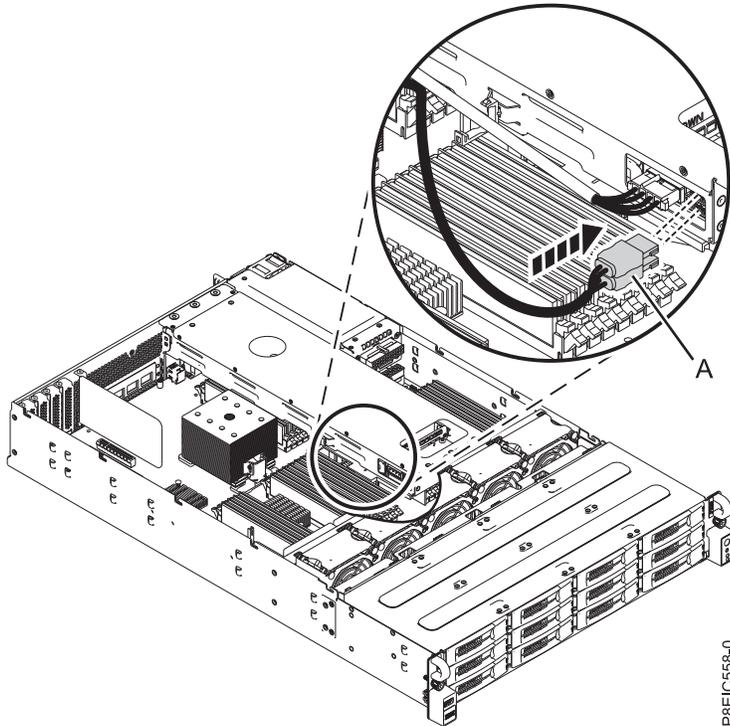

Figure 42. Connexion du cordon d'interface d'unité à l'tiroir d'unité arrière
3. Connectez le cordon d'interface d'unité (A) au tiroir d'unité arrière, comme illustré dans la figure 42, à la page 38.